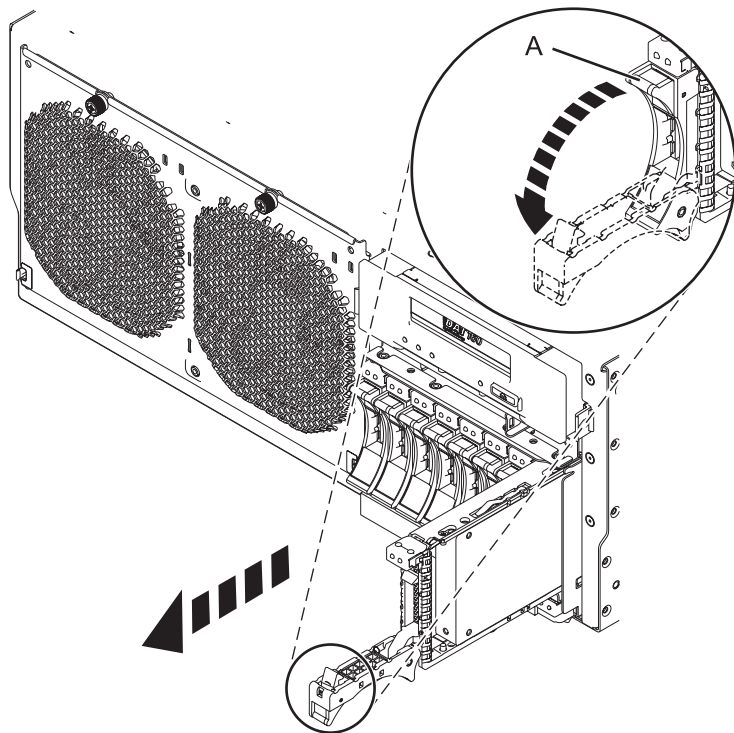

Figure 12. Retrait d'une unité de disque du système
3. Lorsque le voyant d'identification s'allume et reste fixe, déverrouillez la poignée de l'unité en appuyant dessus et en la tirant vers vous, comme illustré à la figure 12, à la page 25. Si la poignée n'est pas complètement sortie, vous ne pouvez pas retirer l'unité de disque ou l'unité SSD de l'unité centrale ou de l'unité d'extension.